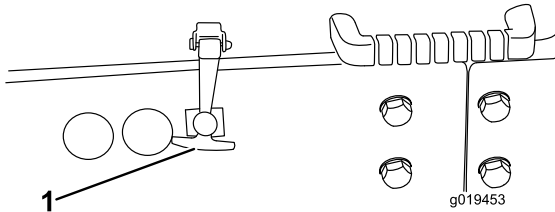

Bild 48
2. Lösen Sie den Motorhaubenriegel und öffnen Sie die Motorhaube (Bild 48).